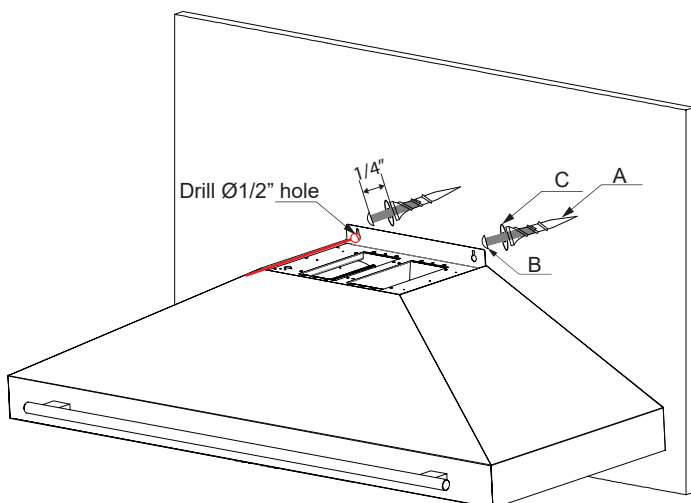

Figure 2.
- Retirez la hotte et percez des trous de 1/2" (0,50") aux points marqués pour y placer les chevilles à expansion en plastique spiralées de $\Phi 0,51$ " (A). Voir la figure 2.
- Insérer les chevilles (A) dans les trous percés jusqu'à ce qu'elles affleurent complètement le mur.
- Placez les rondelles plates (C) sur les trous de montage.
- Enfoncez les vis à tête cylindrique #6-32 \times 1-3/8" (B) dans les ancrages à travers les rondelles.